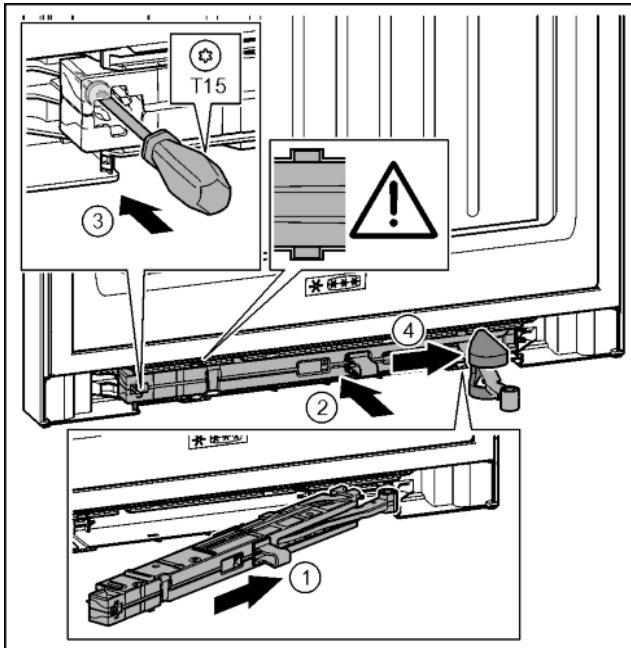

Fig. 42
- ▶ Вставить узел амортизатора со стороны опорного кронштейна в выемку до упора под наклоном. Fig. 42 (1)
- ▶ Полностью вставить узел амортизатора в выемку. Fig. 42 (2)
- ▷ Узел размещен правильно, если ребро узла амортизатора находится в направляющей. Fig. 42 (3)
- ▶ Затянуть винт отверткой T15. Fig. 42 (3)
- ▶ Переместить крышку над шарниром. Fig. 42 (4)